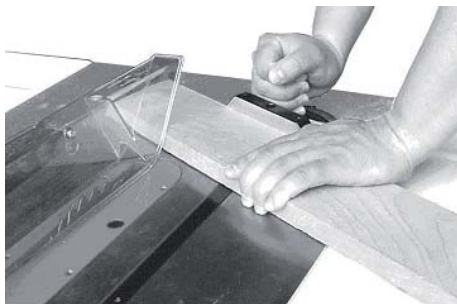

Рис. 35
- Поперечный распил, выполняемый под углом к кромке заготовки, называется спилом под углом 45° (рис. 35).